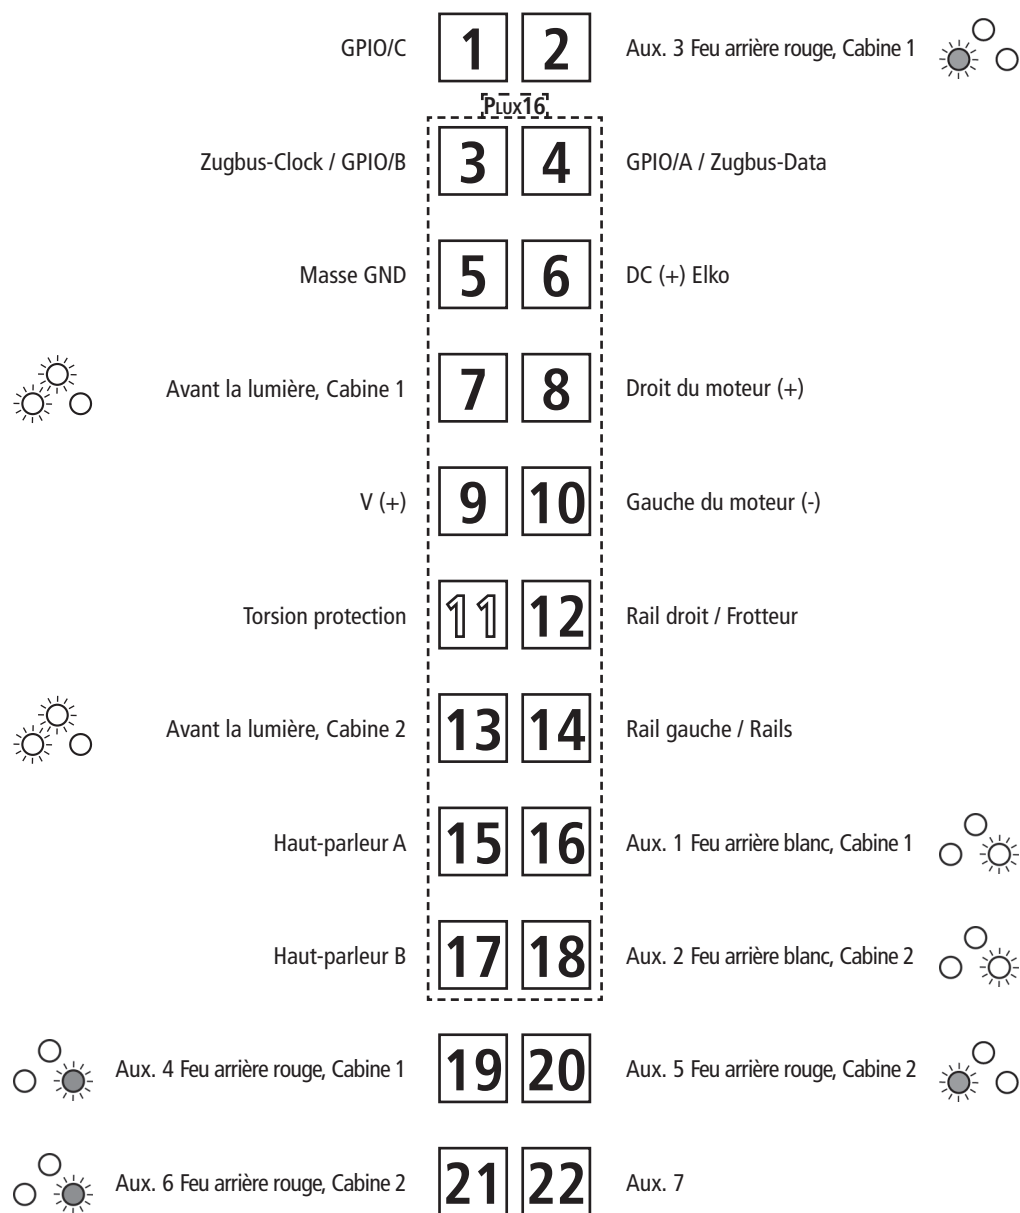

Fig. 6
**2. Schmierung:** Versehen Sie die im Schmierplan in Fig. 6 gekennzeichneten Stellen mit nur **kleinen Öltropfen**. Dazu zuerst das Lokgehäuse abnehmen (Fig. 3). Wir empfehlen den **ROCO Öler Art.-Nr. 10906**. Fürs Schmieren der Getriebeteile (Zahnräder, Schnecke) empfehlen wir das **ROCO-Spezialfett Art.-Nr. 10905**. Im Falle der Schmierung diese Teile **nicht ölen**.
**2. Lubrication:** Apply **tiny oil drops** to spots marked in fig. 6. Prior to lubrication dismantle locomotive (fig. 3). We recommend using item no. **10906, Roco oiler**. For lubrication the gearparts (e.g. cogwheels, worm) we would recommend our Roco **special grease** (item no. **10905**).
**1. Nettoyage des lames de courant aux roues:** Les lames de contacts risquent de s'encrasser rapidement sur des voies poussiéreuses. Veuillez **enlever la poussière** aux endroits marqués à la fig. 6 à l'aide d'un petit pinceau souple.
**2. Graissage:** N'appliquez **qu'une toute petite goutte** aux endroits indiqués par le plan de graissage (fig. 6) après avoir démonté la caisse de la locomotive (fig. 3). Nous vous recommandons **le graisseur à huile Roco réf. 10906**. Pour graisser les engrenages (roues dentées, vis sans fin) nous vous conseillons la **graisse spéciale Roco réf. 10905** pour engrenages en matières synthétiques. Lorsque vous utilisez cette graisse il faut éviter d'huiler ces composants.